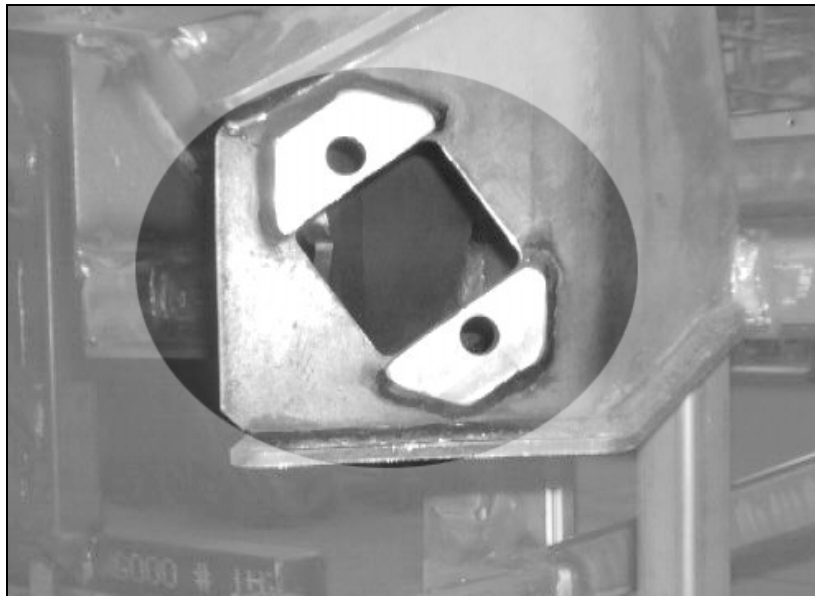

FIGURE 3: ATTACHES APRÈS MEULAGE
4. Mettre une attache de nylon sur les deux connecteurs du thermostat. Fixer la gaine du fil de rallonge à l'aide d'un collier et d'une vis (voir la fig. 3).
**Remarque:** La surface doit être lisse et sans saillie (voir la fig. 3)